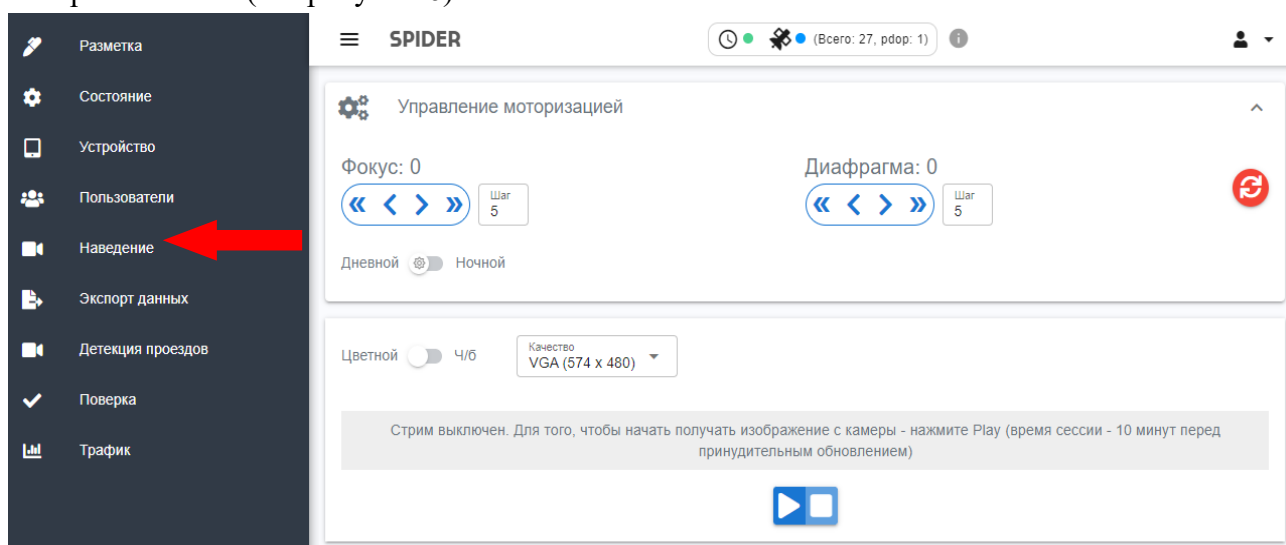
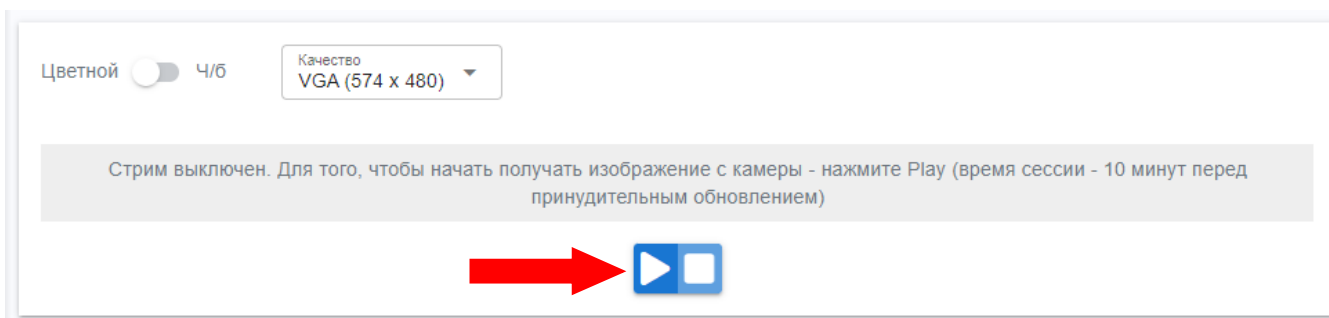

Рисунок 5 – Вкладка интерфейса «Наведение»
Рисунок 6 – Запуск трансляции изображения с камеры
- 6.5.1. Перейти в раздел «Наведение» (см. рисунок 5) и запустить трансляцию изображения с камеры Системы (см. рисунок 6).